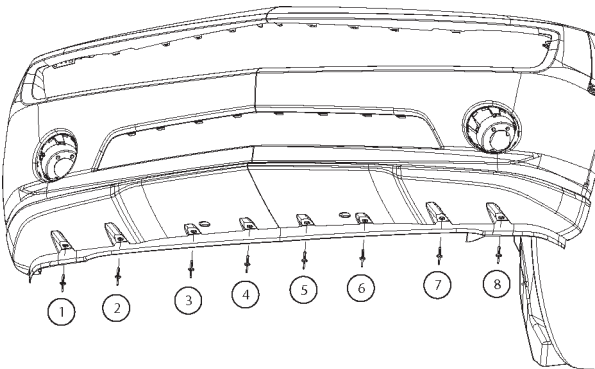

FIGURA 56
18. Asegure el revestimiento al salpicadero con 8 remaches de plástico. Consulte la figura 56.